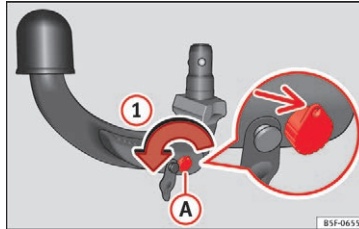

Fig. 179 Trin 1
- Drej nøglen i pilens retning ①, indtil den del af nøglen, hvori der er et hul, er placeret øverst » Fig. 179.